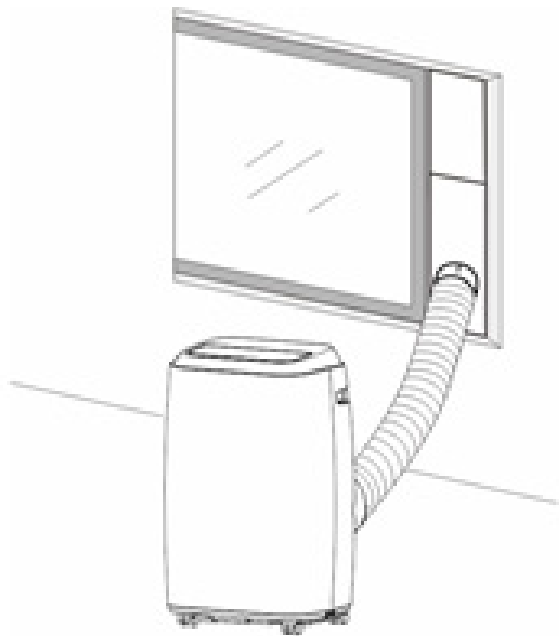
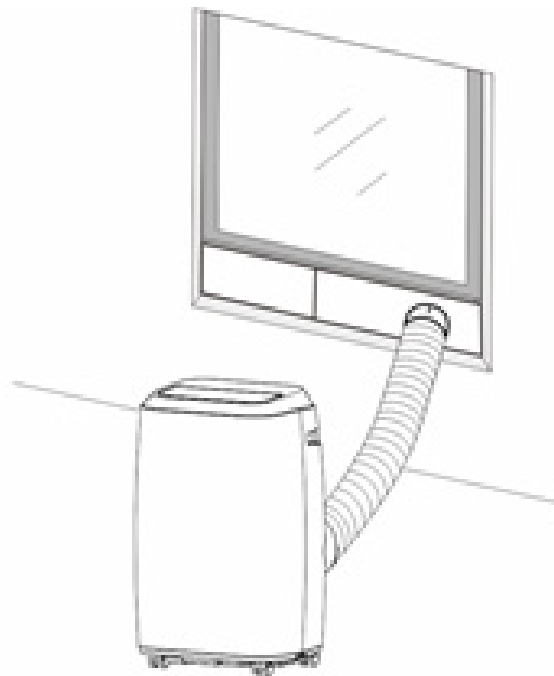

Abb. 5
Abb. 5a
2. Montieren Sie wie in Abb. 5 und Abb. 5a dargestellt, den Abluftschlauch und stellen Sie die Fensterposition gut ein